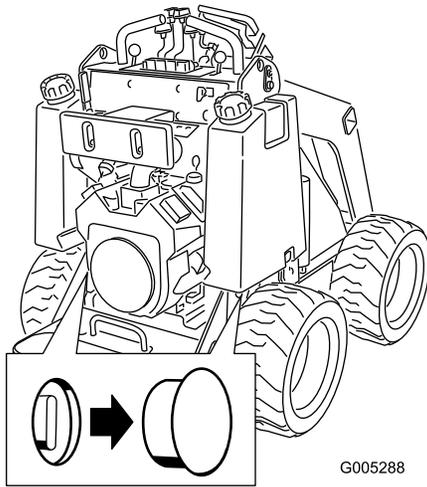

Рисунок 10
2. Снимите заглушки, закрывающие все буксировочные клапаны (Рисунок 10).